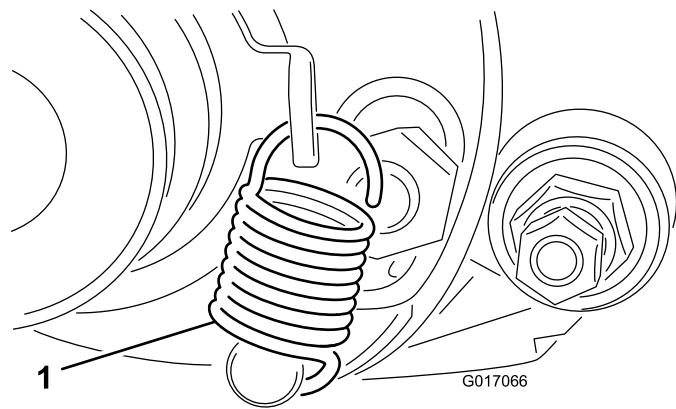

Figura 13
29. Rode a polia intermédia até que a mola da alavancas seja encaixada no furo do suporte da polia e no pino como se mostra na Figura 13.